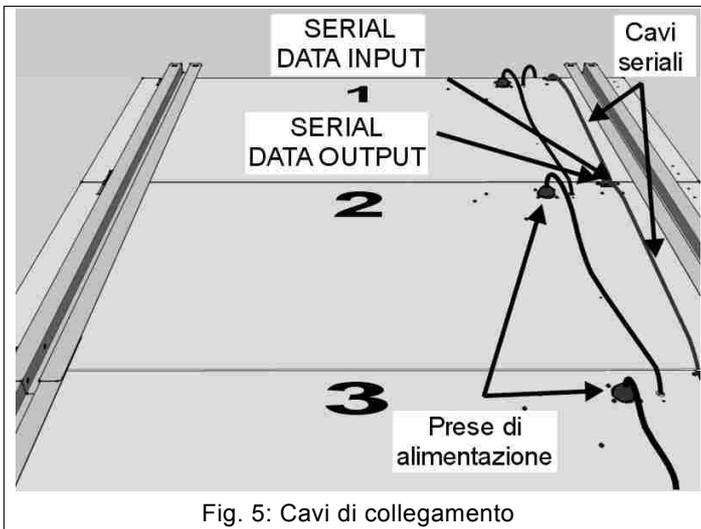
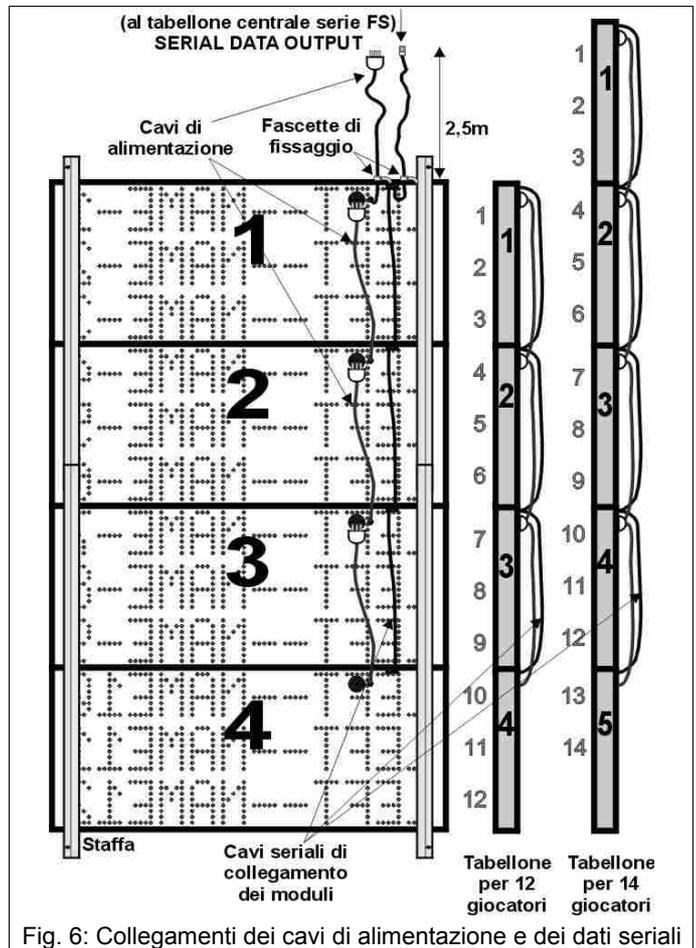

Fig. 5: Cavi di collegamento
Fig. 6: Collegamenti dei cavi di alimentazione e dei dati seriali
Dopo aver unito i vari moduli di un tabellone con le staffe, si può procedere al collegamento elettrico degli stessi. Sul retro dei moduli del tabellone sono presenti (Fig. 5):
1. Mediante i cavetti telefonici in dotazione (1m circa), collegare l'uscita "SERIAL DATA OUTPUT" di ogni modulo con l'ingresso "SERIAL DATA INPUT" del modulo immediatamente sottostante (Fig. 5, Fig. 6).
3. Con la fascetta prevista allo scopo, fissarne il cavo di alimentazione del modulo superiore alla parte superiore del pannello (Fig. 6); ciò per disporre della spina di alimentazione sopra il tabellone quando viene fissato alla parete.
4. Per ogni tabellone di visualizzazione dei nomi viene fornito un cavetto di 3 m, che deve essere inserito nel connettore "SERIAL DATA INPUT" del modulo superiore; poi, lasciandone libera una parte di circa 2.5m, bloccarlo sopra il tabellone utilizzando la apposita fascetta (Fig. 6). Questo facilita il collegamento del cavo dati seriale una volta finita l'installazione alla parete.